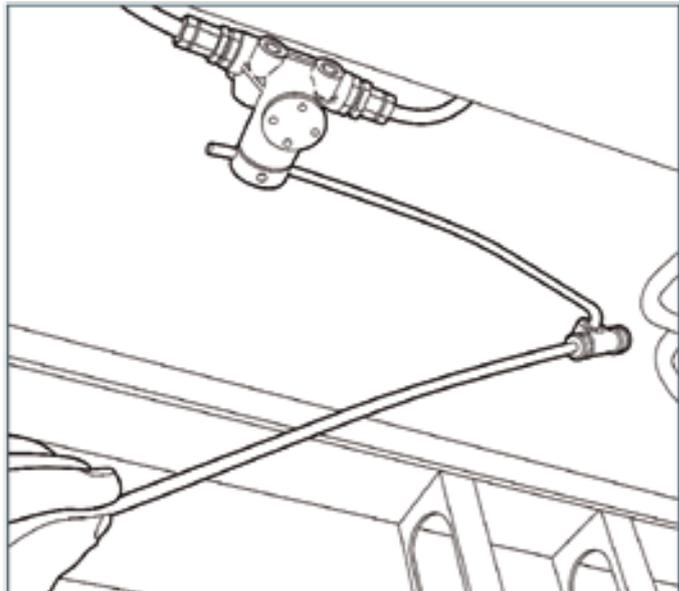

Abb. 4.13
7. Setzen Sie die Druckluftanlage unter Druck (Abb. 4.13).